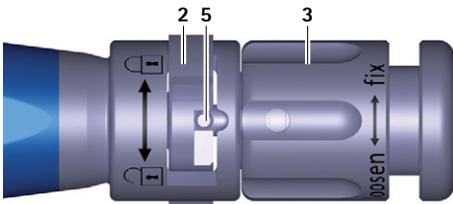
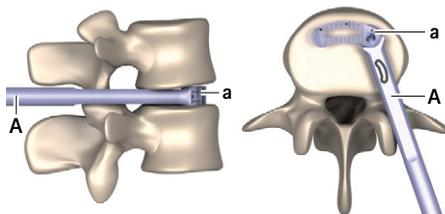

Fig. 3 Primer plano del instrumento de inserción, interruptor cerrado
Fig. 11 Implante en posición final
- ▶ Gire el interruptor 2 hacia la derecha (en dirección a  $\odot$ ), ver Fig. 3.
- ▶ Gire la tuerca giratoria **3** en sentido contrario de las agujas del reloj (en dirección "loosen") hasta que la espiga **5** se encuentre por completo en el interruptor **2**, ver Fig. 3. Asegúrese de que la espiga **5** no se queda atascada en el interruptor **2**.
- ▶ Gire el interruptor **2** hacia la derecha (en dirección a ) , ver Fig. 3.
- ▶ En cuanto se alcance la posición final (ver Fig. 11): Gire la tuerca giratoria **3** en sentido contrario de las agujas del reloj (en dirección "loosen") hasta que la espiga **5** se encuentre por completo en el interruptor **2**, ver Fig. 3. Asegúrese de que la espiga **5** no se queda atascada en el interruptor **2**.